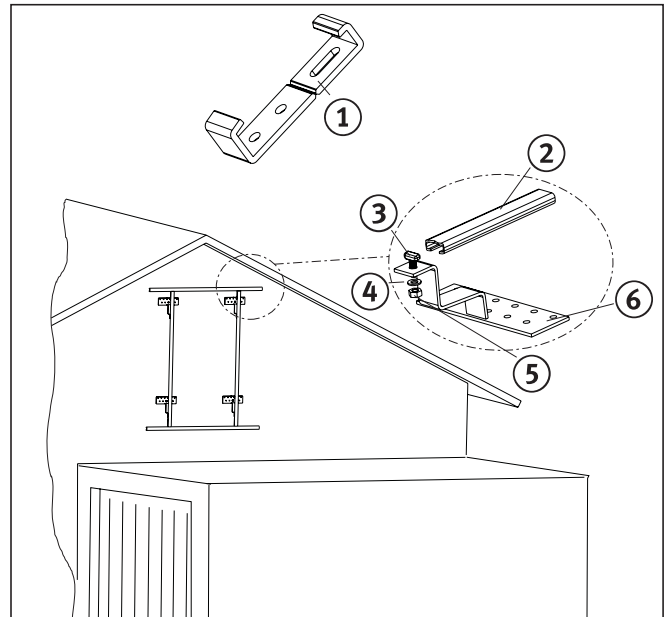

Abb. 6.9 Montage der Auflageschienen
- Trennen Sie die untere und obere Haltekralle an der Sollbuchstelle durch Knicken (Abb. 6.9, Pos. 1).